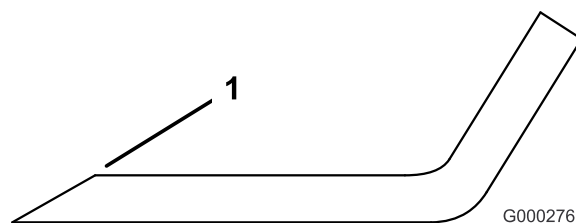

Figure 75
- Aiguisez le tranchant à chaque extrémité de la lame (Figure 75). Veillez à conserver l'angle de coupe d'origine. Limez la même quantité de métal sur chacun des deux tranchants pour ne pas déséquilibrer la lame.